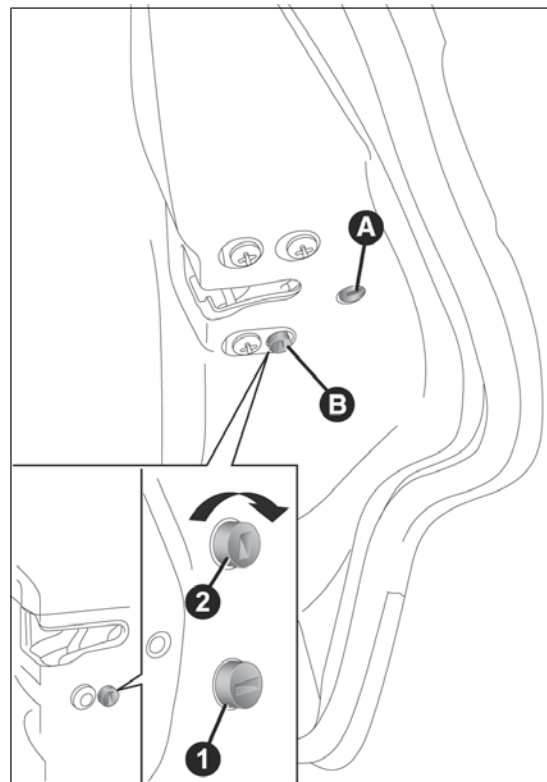
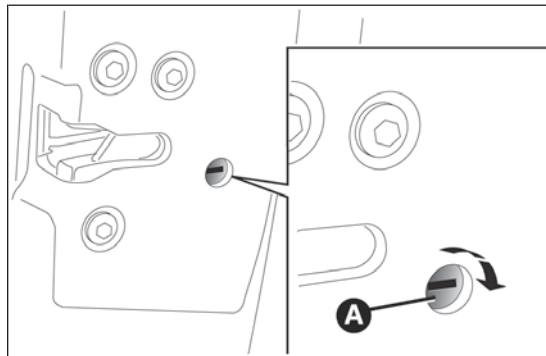

fig. 75
fig. 76
El dispositivo A fig. 75 sólo puede activarse con las puertas abiertas:
- ☐ introducir la pieza metálica de la llave de contacto en el alojamiento A fig. 76 (puerta delantera del lado del pasajero) o B fig. 75 (puertas traseras) ;